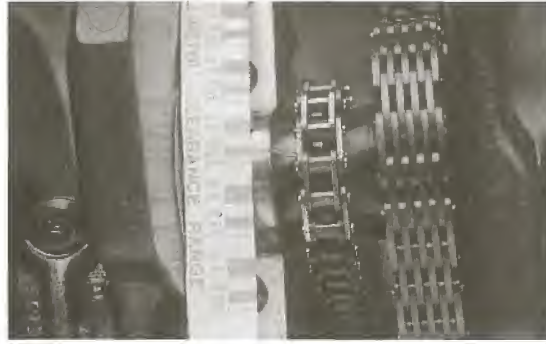

Bild 146
- Mit Plastigage-Skala Breite des Mess-Streifens bestimmen und so Lagerspiel feststellen (Bild 146). Sollmass 0,020 – 0,044 mm.
- Lagerspiel wie oben beschrieben bestimmen (Bild 146).